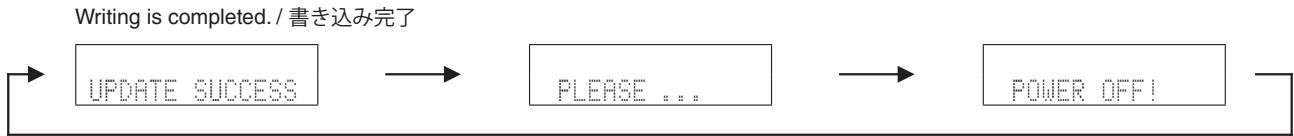

Fig. 3
- When writing of the firmware is completed, "UPDATE SUCCESS", "PLEASE ..." and "POWER OFF!" are displayed repeatedly. (Fig. 3)
- ファームウェアの書き込み完了後、“UPDATE SUCCESS”、“PLEASE ...”、“POWER OFF!” が繰り返して表示されます。(Fig. 3)